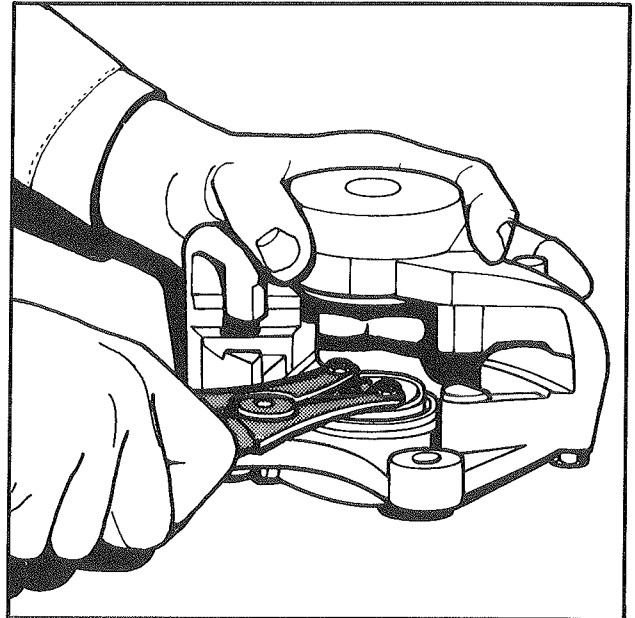

Fig. 7
- A l'aide de la pince réf. PD 20839 T, enfoncer chaque piston en le faisant tourner légèrement pour éviter de détériorer le joint annulaire (Fig. 7).